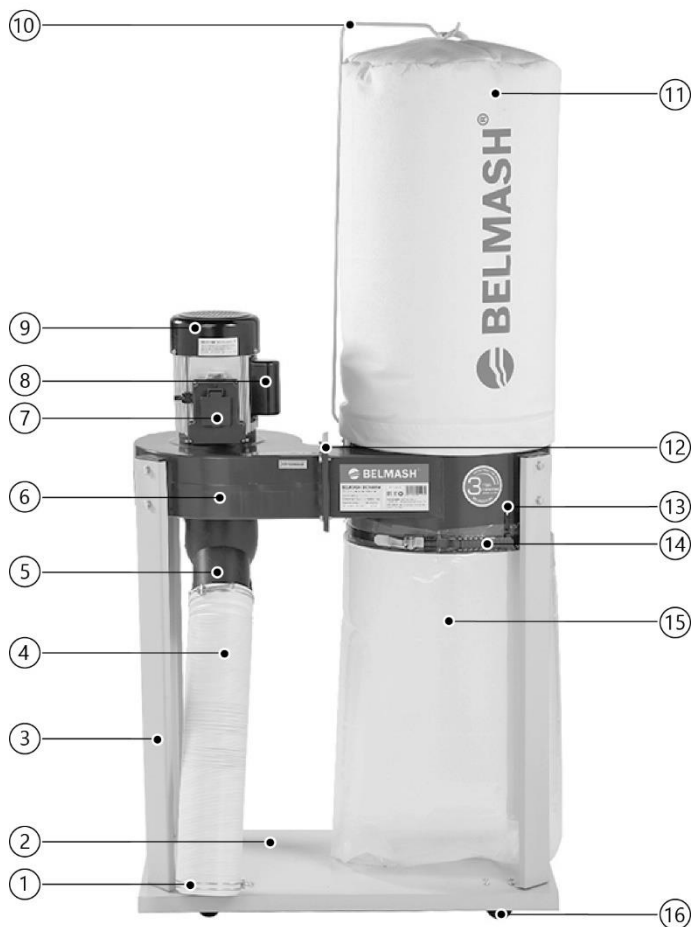

Рисунок 1.
- 1) С помощью винтов, шайб и гаек из комплекта крепежа, установите колеса на основание установки **1** (Рис.1).